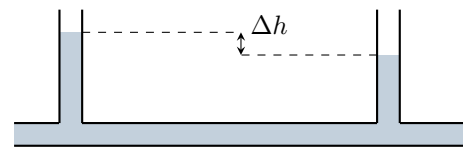

Figure 5 – Mesure de perte de charge.
- 5 - Sur la canalisation horizontale on place deux tubes verticaux remplis d'eau séparés de 10 m. On mesure une différence de hauteur d'eau  $\Delta h = 2,0$  cm, voir figure 5. En déduire la perte de charge linéaire due au tuyau d'alimentation.